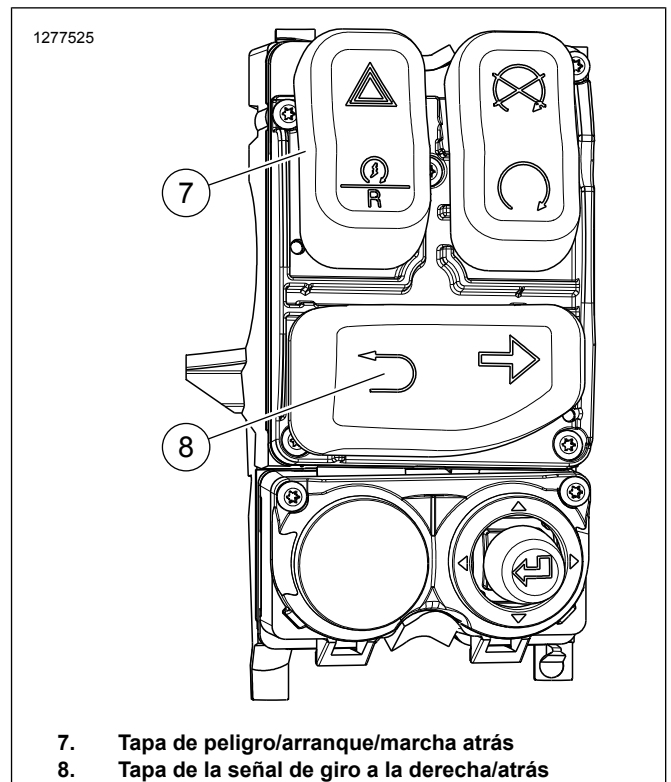

Figura 8. Control del lado derecho (OE) Trike 2019 y posteriores
- c. Vea Figura 8 . Retire la tapa de peligro/arranque/marcha atrás (7) del OE módulo de control.
- d. Vea Figura 8 . Instale la tapa de la señal de giro a la derecha/atrás (8) en el nuevo módulo de control.
- e. Vea Figura 8 . Instale la tapa de peligro/arranque/marcha atrás (7) del nuevo módulo de control.